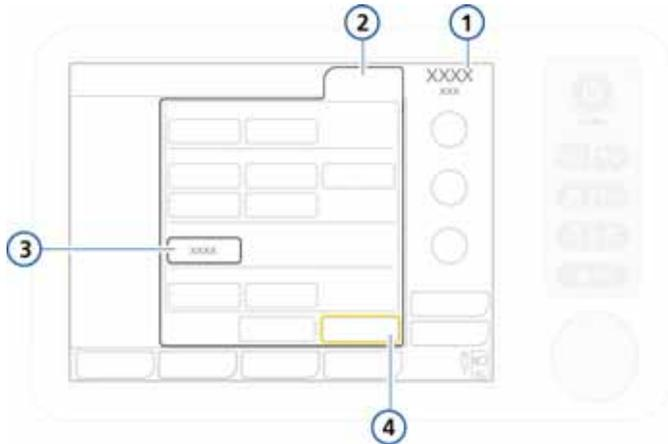

図 4-4. 換気モードの変更、換気モードウィンドウ
1. [換気モード] ウィンドウを開きます。図 4-4 を参照してください。